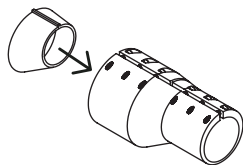

Figure 1
2. Placez **l'insert du coupleur** dans le **coupleur**. Alignez la languette de repérage de l'insert dans la fente du coupleur. **Voir figure 1**